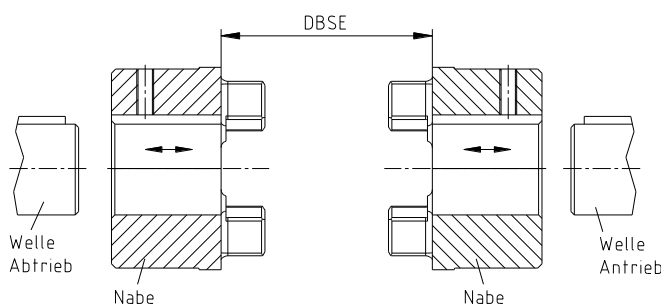

Bild 4: Montage der SPLIT-Naben
- Schieben Sie die SPLIT-Naben auf die Welle der An- und Abtriebsseite, bis die Nabenstirnflächen mit den Wellenenden bündig abschließen (siehe Bild 4).